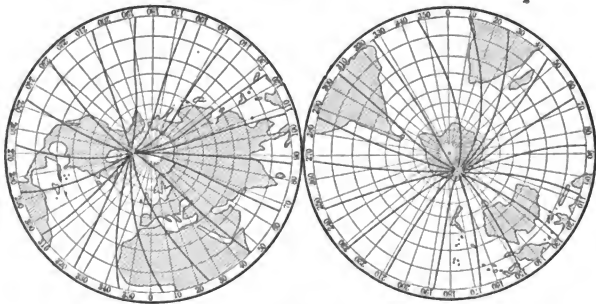

FIG. 36.
1. Die Erde ist ein großer Magnet; man kann sich dies so vorstellen, als ob im Innern der Erde ein mächtiger Magnet läge, dessen Achse aber nicht mit der Erdachse zusammenfällt, sondern mit ihr einen Winkel von ungefähr  $15^\circ$  bildet, und dessen Pole sich etwas unter der 10 Erdoberfläche befinden. Diese Pole liegen gerade umgekehrt wie die geographischen Pole der Erde, und fallen mit ihnen örtlich auch nicht genau zusammen. Der magnetische Nordpol der Erde liegt in der Nähe des geographischen Südpols, der magnetische Südpol in der Nähe des geographischen Nordpols. 15 Nur die Lage des letzteren ist genau bekannt. Er wurde von J. C. Ross1 im Jahre 1831 aufgefunden und liegt auf der Halbinsel Boothia Felix des nordamerikanischen Kontinents unter  $70^\circ 5'$  nördlicher Breite und  $20$   $96^\circ 46'$  westlicher Länge von Greenwich. Den magnetischen Nordpol hat man bisher noch nicht erreicht; er muß ungefähr auf  $74^\circ$  südlicher Breite und  $148^\circ$  östlicher Länge liegen (vgl. Fig. 36). Die Verbindungslinie der beiden Pole geht nicht genau durch den Erdmit- 25 telpunkt hindurch. Übrigens ist zu bemerken, daß hierbei unter „Polen“ diejenigen Punkte verstanden sind, an welchen die Magnetnadel senkrecht nach unten zeigt. Pole im eigentlichen Sinne, d. h. Punkte, in welchen man sich die Resultierende aller, von der einen Erdhälfte 30